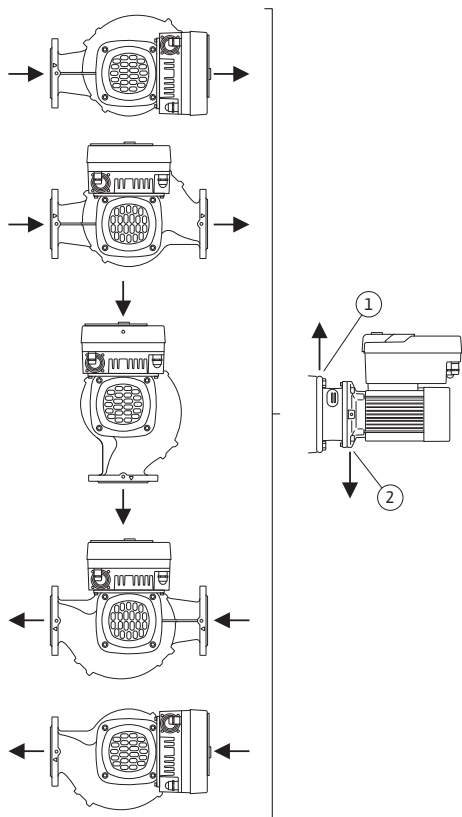

Fig. 10: Lubatud paigaldusasendid horisontaalse mootorivõlliga
Horisontaalse mootorivõlli ja elektroonikamooduliga ülespoole (0°) lubatud paigaldusasendid on kujutatud joonisel Fig. 10.
Pumba õhuelemdus on optimaalselt tagatud üksnes siis, kui õhuelemduskapp näitab üles (Fig. 10, pos 1).
Selles asendis (0°) saab tekkiva kondensaadi puuraukude, pumba distantsääriku ja mootori (Fig. 10, pos. 2) kaudu sihipäraselt ära juhtida.
Vertikaalse mootorivõlliga lubatud paigaldusasendid on kujutatud joonisel Fig. 10.